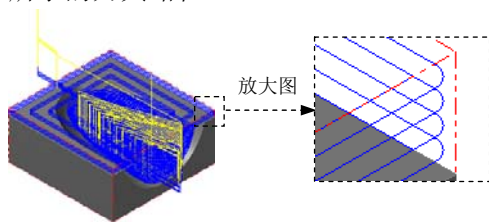

图 13.8 刀具路径
(2) 单击 **切削深度 (D)...** 按钮, 在系统弹出的“切削深度设置”对话框中选中 ☒ **绝对坐标** 单选选项, 然后在 **绝对的深度** 区域的 **最高位置** 文本框中输入值 4, 在 **最低位置** 文本框中输入值 -30。单击 ☒ 按钮, 系统返回至“曲面粗加工挖槽”对话框。
Step11. 单击“曲面粗加工挖槽”对话框中的 ☒ 按钮, 完成加工参数的设置, 此时系统将自动生成图 13.8 所示的刀具路径。